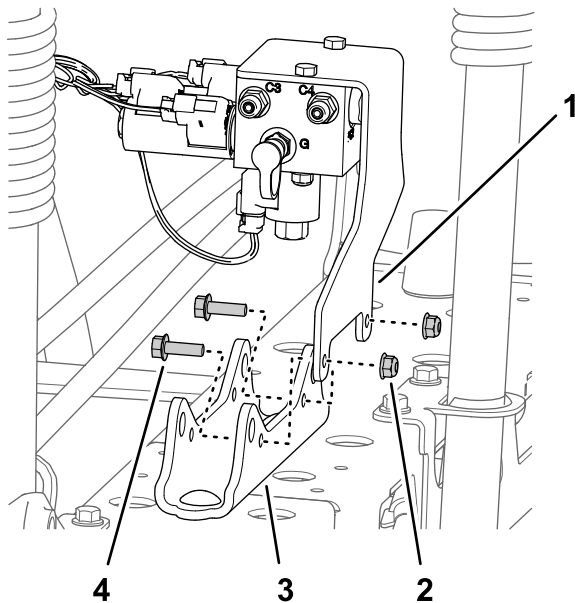

Bild 41
- **Maschinen ohne die optionale Nivellierung für den Ultra Sonic Boom:** Entfernen Sie die zwei Sicherungsbundmuttern (5/16") und die zwei Bundkopfschrauben (5/16" x 1"), mit denen die Stützhalterung für den Abschnitthubverteiler an der Zylinderbefestigung befestigt ist, und nehmen Sie den Verteiler und die Halterung von der Zylinderbefestigung ab (**Bild 41**).